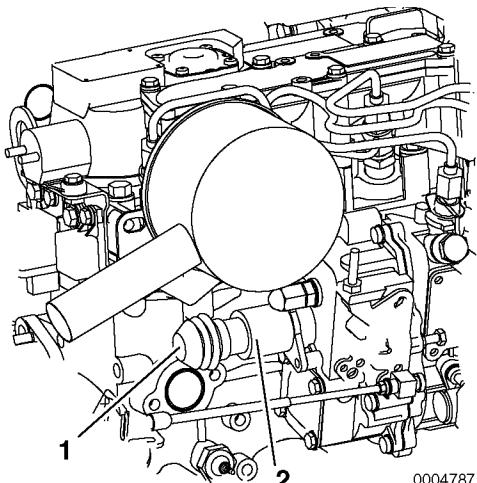

Figure 4
Si vous ne pouvez pas arrêter le moteur avec l'interrupteur d'arrêt sur le panneau, arrêtez-le en appuyant sur le bouton (**Figure 4, (1)**) à l'arrière de la tubulure d'arrêt (**Figure 4, (2)**).